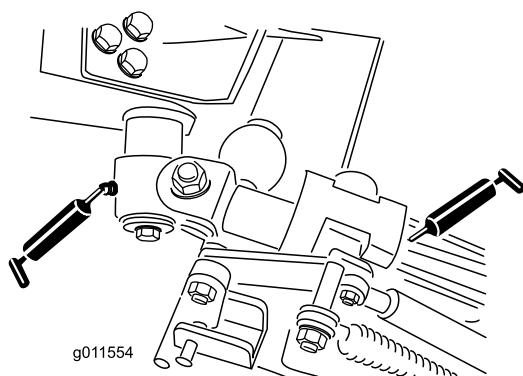

Рисунок 86
- Втулки осей поворота коленчатых рычагов (2 шт.) (Рисунок 86)
- Втулки подъемных рычагов (4 шт.) (Рисунок 86)